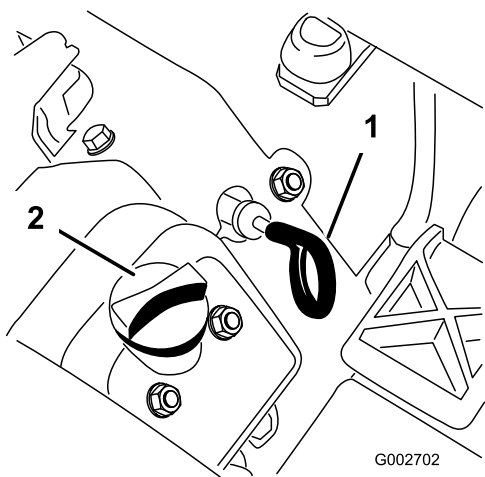

Figura 24
3. Pentru a ine murdăria, iarba tăiată etc. departe de motor, curățați zona din jurul rezervorului de ulei și al jojei înainte de a o scoate (Figura 24).
4. Scoateți joja (Figura 24) și tergeți-o cu o lavetă curată.